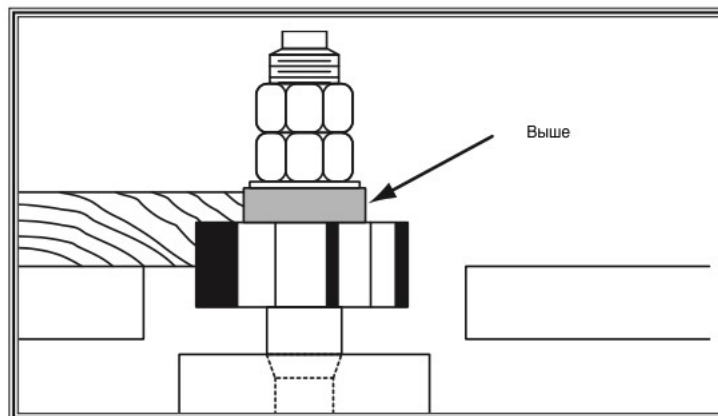

Рис. 16 Прокладка, установленная выше резца
1. **ВЫШЕ РЕЗЦА**, как показано на Рис. 16. Данная настройка является наиболее безопасной и обеспечивает наиболее прогнозируемый результат.